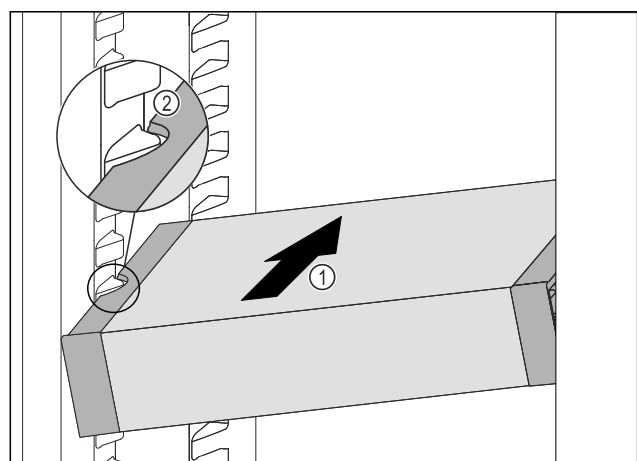

Fig. 101
- ▶ Вкарайте VarioSafe под ъгъл в хладилната част *Fig. 101 (1)*, докато страничните прорези *Fig. 101 (2)* на VarioSafe се намират на височината на ребро на съда в хладилната част.